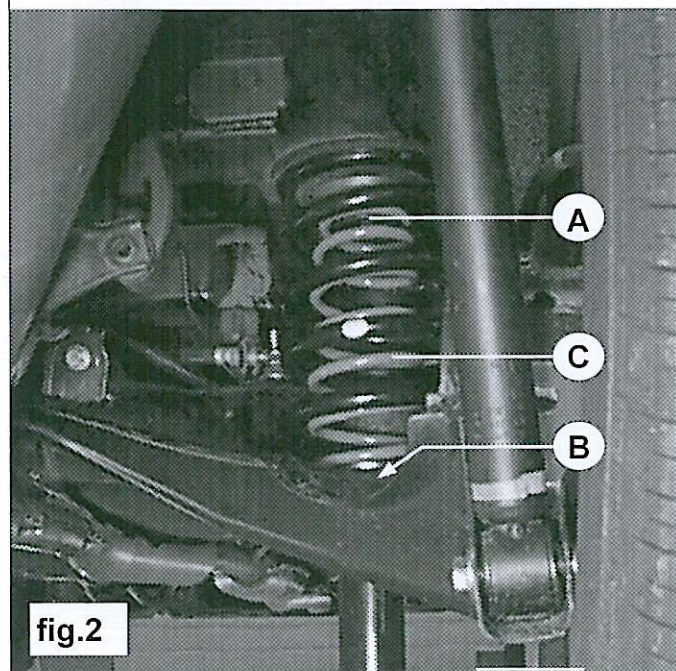

fig.2
8. Plaats de auto op de wielen en zorg er voor dat veerschotel A boven goed centreert in het gat in de carrosserie, zie fig.2.
8. Put the car on the wheels and make sure that the springseat A is placed in the hole of the body, see fig.2.
8. Fahrzeug auf die Räder stellen und achten Sie darauf das die Federteller A gut zentrieren ins loch im Karosserie. Siehe Fig.2.
7. Montez la coupelle **B** dans l'orifice du bras de suspension. Veillez à ce que les supports de suspension soient bien centrés. Voir fig.2.
8. Remontez la voiture sur les roues et veillez à ce que la coupelle **A** soit bien centrée par rapport à l'orifice de la carrosserie. Voir fig.2.
8. Släpp ner bilen på hjulen och förvissa dig om att fjädersäte **A** är placerat i hålet på karossen. Se fig.2.
8. Baje el coche, procure que el plato de muelle **A** en su parte superior se encuentre bien centrado en el agujero de la carrocería. Ver fig.2.